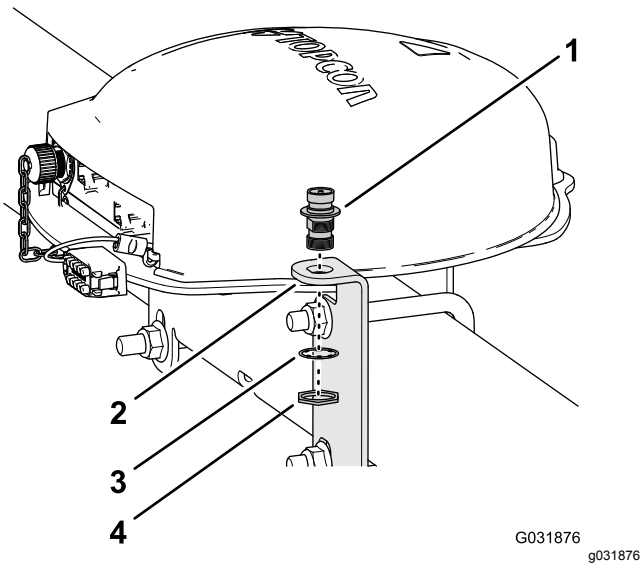

Bild 127
1. Fluchten Sie die Koaxialkupplung durch die Öffnung in der RTK-Antennenhalterung mit dem Schottgewinde der nach unten zeigenden Kupplung aus (Bild 127).
2. Montieren Sie die Koaxialkupplung mit der Sicherungsscheibe und der Klemmmutter an der Antennenhalterung und ziehen die Klemmmutter mit der Hand an (Bild 127).